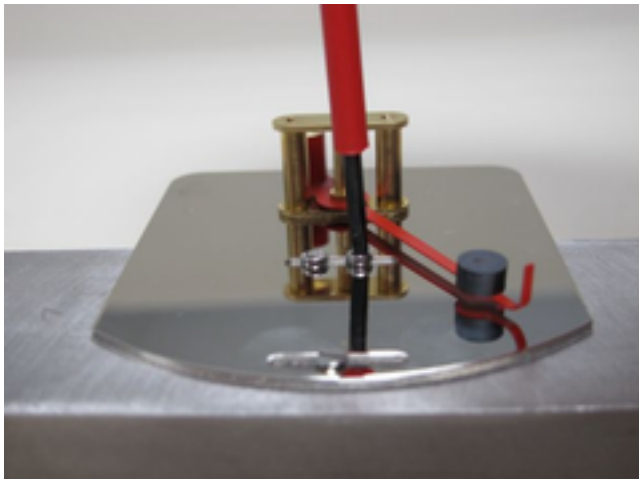

Abb. 47: Bodenplatte lösen
5. ➤ Befestigungsschrauben der Anzeige-Bodenplatte lösen (Abb. 47) und mit der Anzeige-Bodenplatte abnehmen.